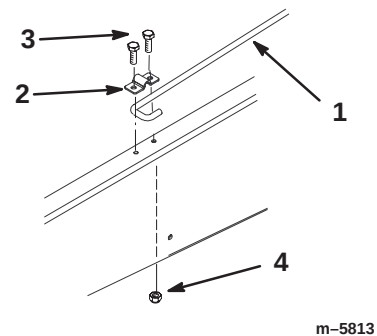

Figure 10
6. Desserrez le boulon de fixation de l'attache de la béquille jusqu'à ce que vous puissiez faire passer l'extrémité en J de la béquille sous l'attache (Fig. 10)
7. Serrez le boulon et fixez l'autre côté de l'attache avec un boulon neuf (5/16 x 3/4") et un écrou à collerette (5/16") (Fig. 10).